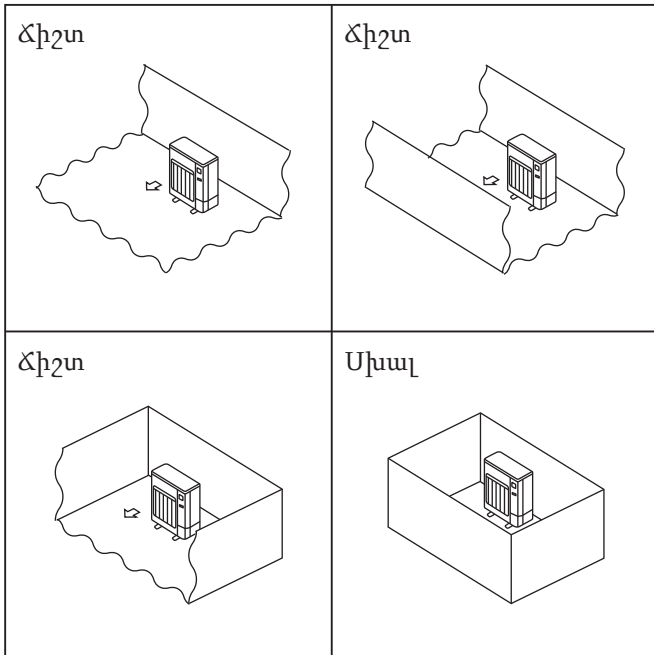

Fig. 2-2
- © Արտաքին բլոկները տեղադրեք այնպիսի տեղում, որտեղ չորս կողմերից առնվազն մեկը բաց է, և բավականաչափ մեծ տարածքում՝ առանց փոսվածքների: (Fig. 2-2)